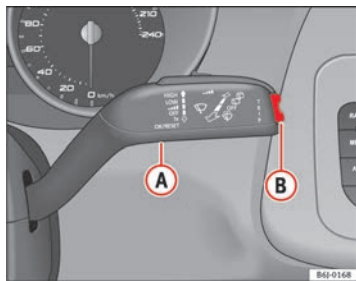

Abb. 33 Scheibenwischerhebel: Taste A und Wipptaste B
- Bei eingeschalteter Zündung kurz die Taste ⇒ Abb. 33 **A** am Scheibenwischerhebel betätigen, um zwischen den beiden Speichern zu wechseln.